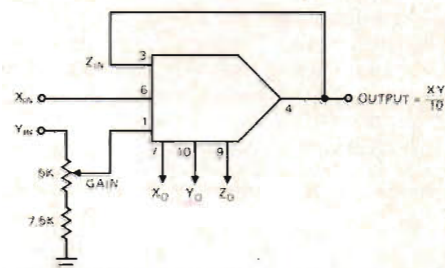

Fig 1. 8013/AD 530 kopplad som multiplikator. Spänningarna X_0 , Y_0 , Z_0 justeras med trimmpotentiometrar enligt fig 2.
■ I fig 1 visas hur 8013 och AD 530 kopplas för multiplicering. Utspänningen blir $X \cdot Y / 10$. Eftersom inspänningarna kan